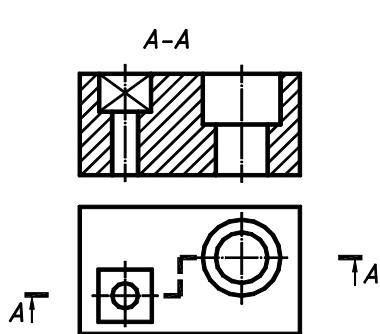

Fig. 6.1
- secțiuni în trepte, dacă planele de secționare sunt paralele între ele (fig. 6.1);
La executarea secțiunii în trepte toate figurile secțiunii propriuzise, plasate în plane de secționare paralele se suprapun într-un singur plan. Frânturile traseului de secționare nu se reflectă în secțiunea în trepte, adică secțiunea compusă se prezintă ca o secțiune simplă (vezi fig. 6.1).